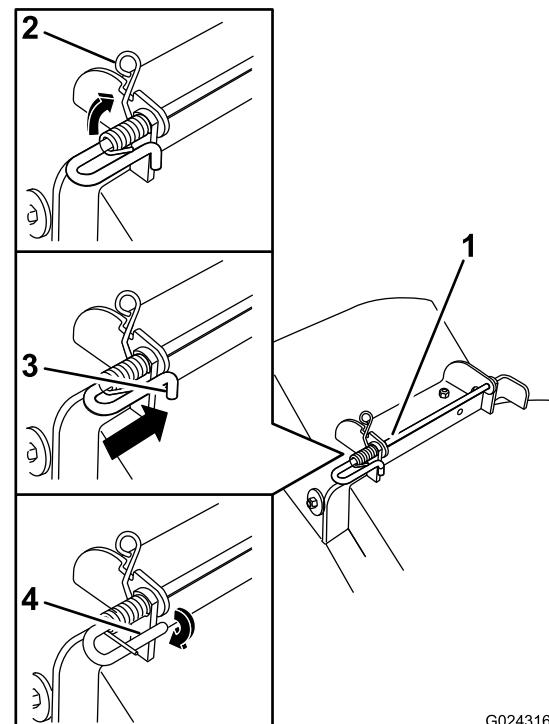

Figura 69
5. Levante el extremo del muelle que tiene bucle y colóquelo en la muesca del soporte del deflector (Figura 69).
6. Fije el conjunto de varilla y muelle torciéndolo de manera que el extremo corto de la varilla pueda colocarse detrás del soporte delantero que está soldado a la carcasa (Figura 69).